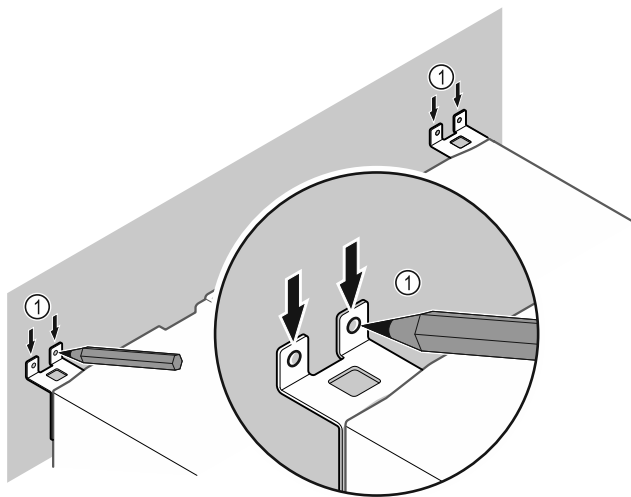

Fig. 12
- ▶ Поставете маркировки на стената Fig. 12 (1).